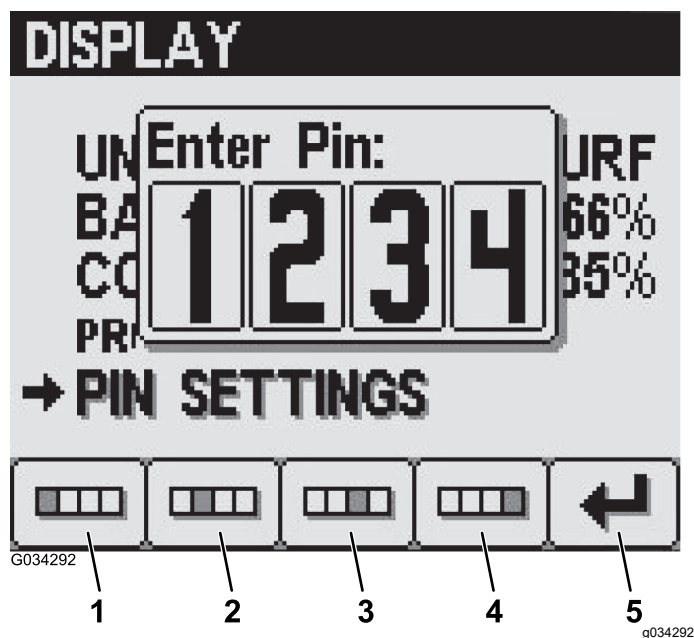

图 24
- 按 1 至 4 号按钮可输入您的 PIN 码。PIN 输入完成后按 5 号按钮 图 24。
- 按 1 至 4 号按钮输入您的 PIN 码。PIN 输入完成后按 5 号按钮 图 24。
- 在输入旧 PIN 屏幕按 1 至 4 号按钮可输入您的旧 PIN 码完成 PIN 输入后按 5 号按钮 图 24。